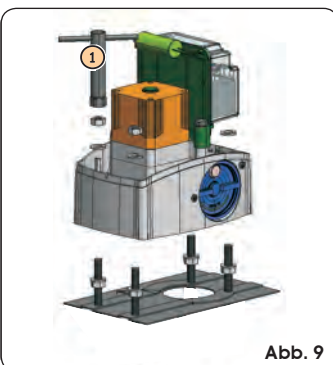

Abb. 9
- ② Den Antrieb auf die Platte setzen und die mitgelieferten Scheiben und Mutter laut Angaben der Abb.9 verwenden. Dabei ist der mitgelieferte Steckschüssel zu verwenden (Abb. 9 Bez. ①).